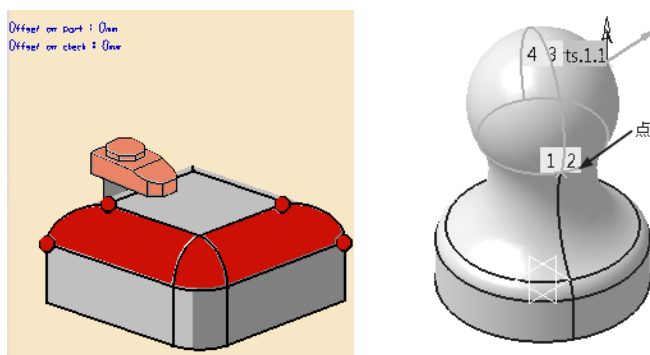

图 5-14 选择端点 (1)
● 选择端点 (1)。单击“Isoparametric Machining.1”对话框中的端点感应区，在图形区选择如图 5-14 所示的一个端点，其他点自动选取，双击空白处返回。